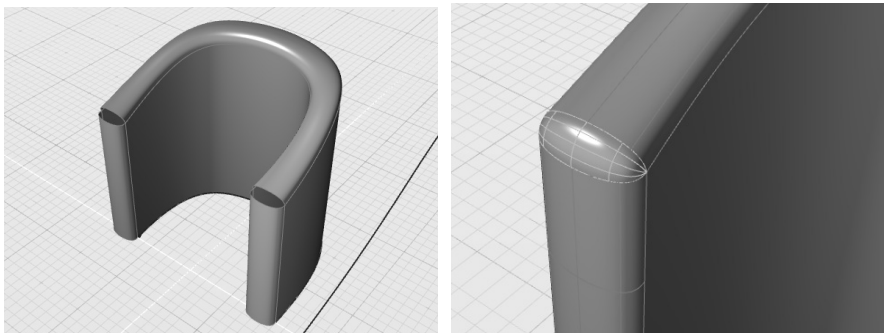

图 5-91 针对侧面曲面进行融合（左），以及扶手位置的两个缺口（右）
4) 针对内外两个曲面其他未融合边线重复融合曲面操作。最后，融合座椅扶手位置的两个缺口，如图 5-91 所示。此时，已构建好椅背的基本造型。